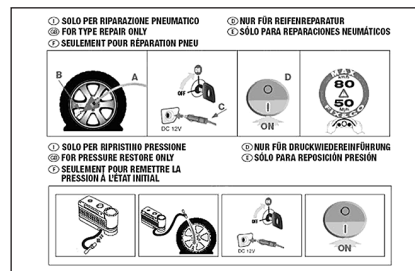

fig. 12
- dépliant informatif (voir **fig. 12**), employé pour une utilisation correcte et rapide du kit de réparation rapide et livré ensuite au personnel qui devra manier le pneu traité;